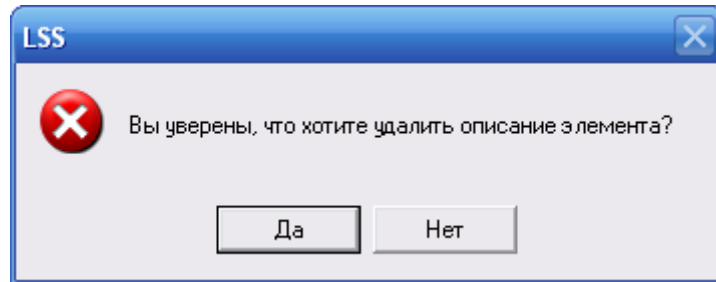

Рис. 4-13
3. В появившемся окне подтвердите удаление элемента (рис. 4-13). Для этого нажмите на кнопку **Да**. При нажатии на кнопку **Нет** удаление элемента отменяется.